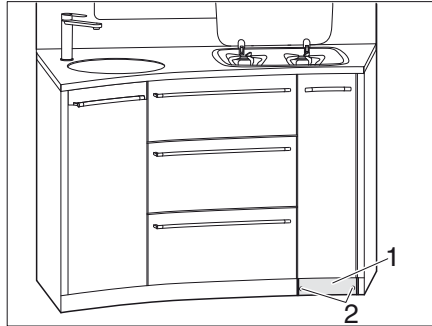

Bild 126 Skruva av sockel
- Skruva av 2 skruvar (Bild 126,2) på sockeln (Bild 126,1).
- Ta av sockeln (Bild 126,1).